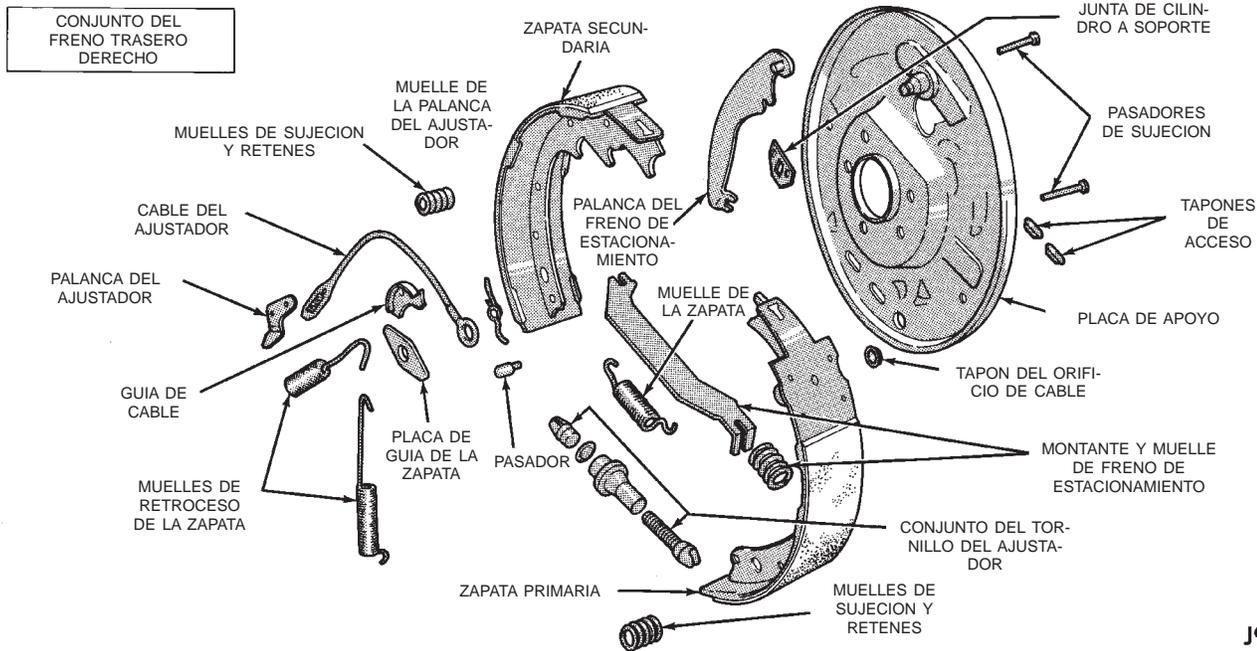

Fig. 34 Componentes del freno de tambor—Característico
(4) Retire la abrazadera en U y la arandela que fijan el cable del ajustador a la palanca del freno de estacionamiento (Fig. 34).
(5) Retire del pasador de anclaje los muelles de retroceso primario y secundario, con alicates para muelle de frenos.
(6) Retire los muelles de sujeción, los retenes y los pasadores con la herramienta para muelles de retención convencional.
(7) Instale abrazaderas de muelle en los cilindros de rueda, a fin de mantener los pistones en su sitio.
(8) Retire la palanca del ajustador, el tornillo del ajustador y el muelle.
(9) Retire el cable del ajustador y la guía del cable.
(10) Retire las zapatas de freno y el montante del freno de estacionamiento.
(11) Desconecte el cable de la palanca del freno de estacionamiento y retire la palanca.